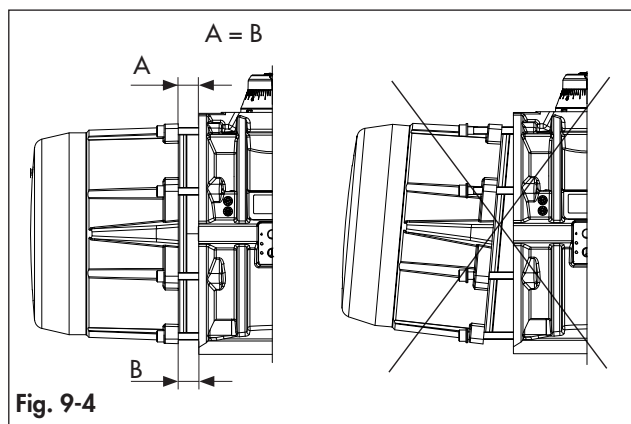
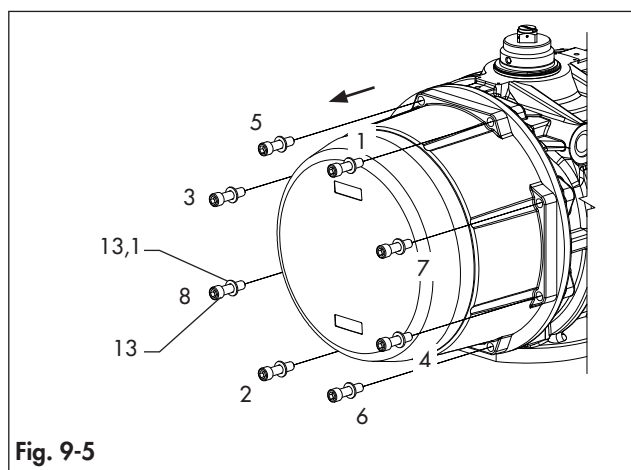
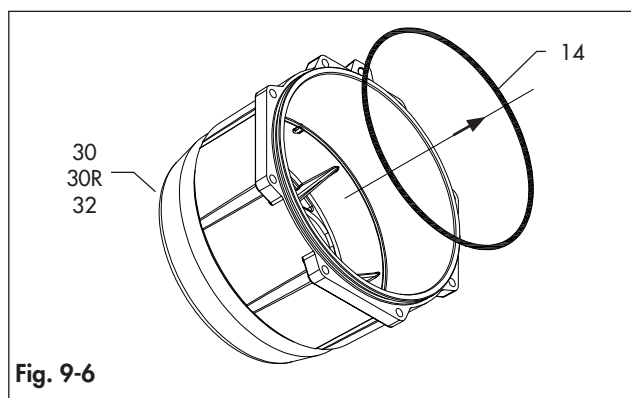

Fig. 9-4
Fig. 9-5
Fig. 9-6
Consulte las fig. 9-1, fig 9-4, fig 9-5 y fig 9-6.
- ➔ Saque las tapas como se muestra en la fig. 9-4 manteniendo una distancia constante ($A = B$) entre el cuerpo del actuador y la interfaz de la tapa.
- ➔ Respete la secuencia especificada en la fig. 9-5.
- Afloje la compresión de los muelles desenroscando parcialmente los tornillos de la tapa (13) 1 giro cada vez, de acuerdo con la secuencia que aparece en la fig. 9-5, por un total de 4/5 giros.
- ➔ Si la tapa sigue estando fuerte (30/30R/32) después de haber desenroscado sus tornillos (13) dando 4/5 giros, es posible que el cartucho del muelle esté dañado o que los pistones no estén totalmente cerrados: interrumpa el desmontaje y contacte con AIR TORQUE.
- Desenrosque por completo los tornillos de la tapa (13) y las arandelas (13.1).
- Saque los cartuchos del muelle (17).
- Saque las juntas tóricas (14). (Fig. 9-6)
- Desde enrosque por completo los tornillos de las tapas (13) y las arandelas (13.1) siguiendo la secuencia que aparece en la fig. 9-5.